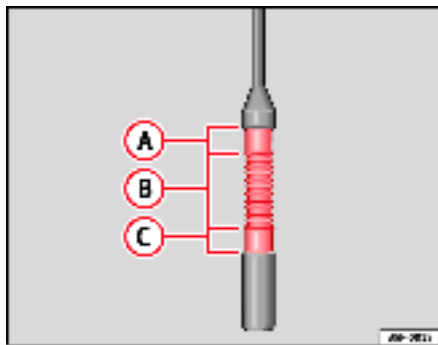

Fig. 163 Jauge d'huile-moteur
- Ensuite, retirez-la de nouveau et vérifiez le niveau d'huile ⇒ fig. 163. Faites l'appoint d'huile-moteur si nécessaire.